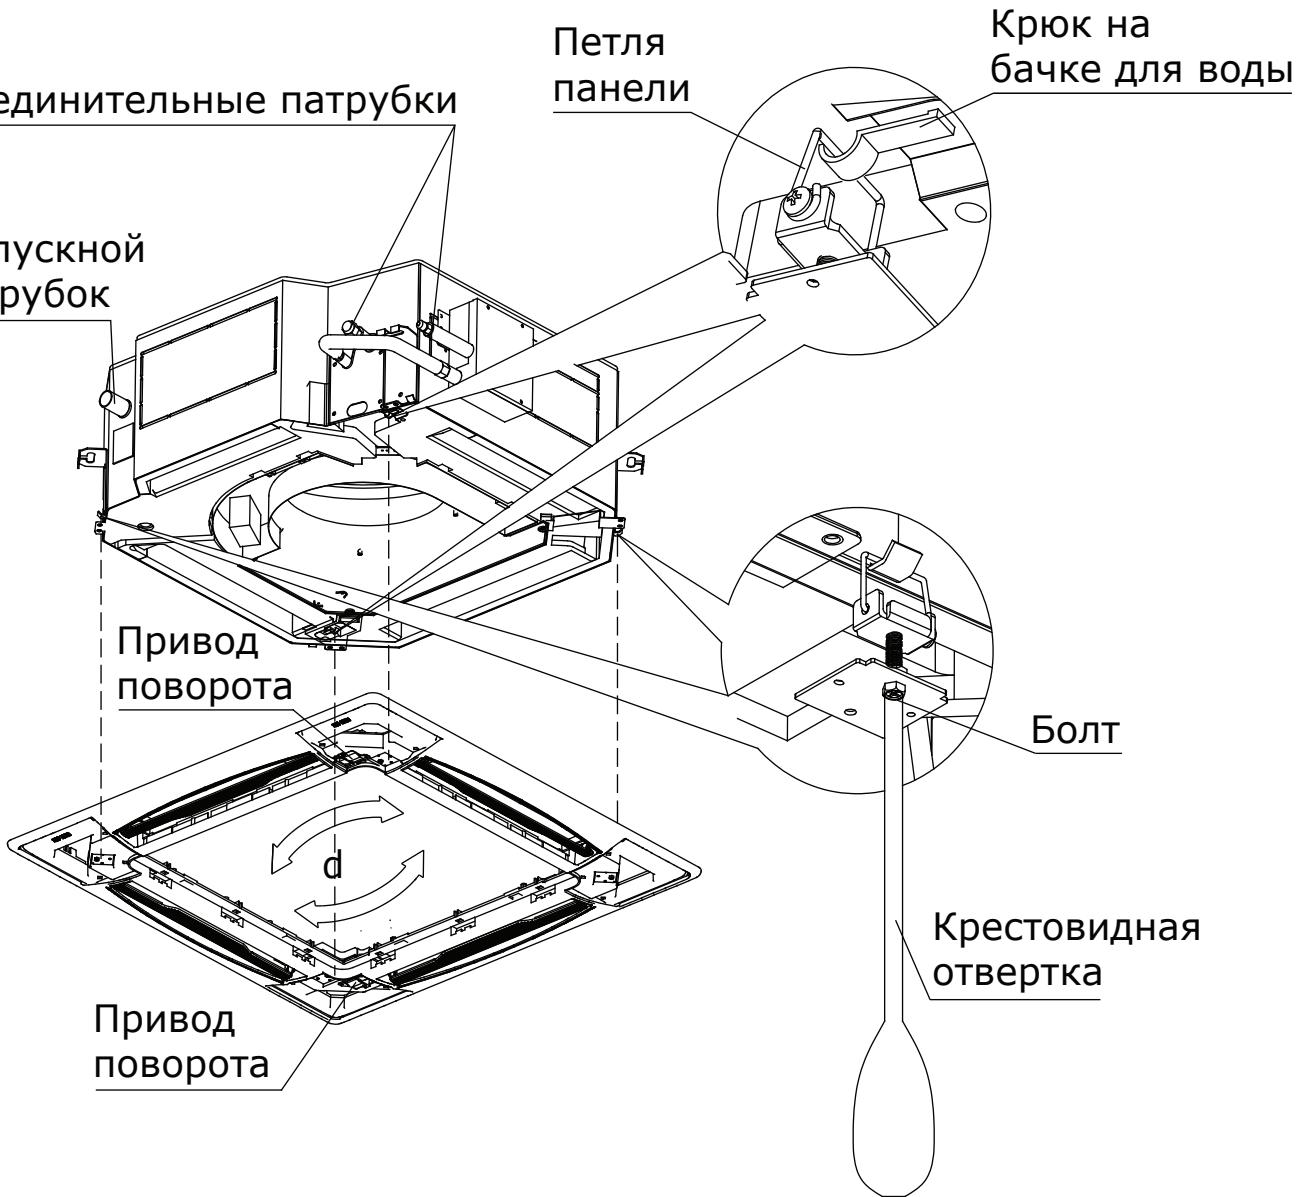

Рис. 1
- б) Вставьте петли панели на стороне привода поворота жалюзи и на противолежащей стороне в крюки водоприемного устройства. Затем подвесьте две другие петли панели на соответствующие крюки корпуса (см. рис. 1 на стр. 11).
- в) Отрегулируйте четыре подвеса блока так, чтобы корпус располагался горизонтально, и равномерно прижмите панель к потолку винтами (см. рис. 1 на стр. 11).
- г) Отрегулируйте положение панели, слегка поворачивая ее в направлении, показанном стрелками на рис. 1 (стр. 11), чтобы совместить центр панели с центром отверстия в потолке. Проверьте надежность крепления панели в углах.